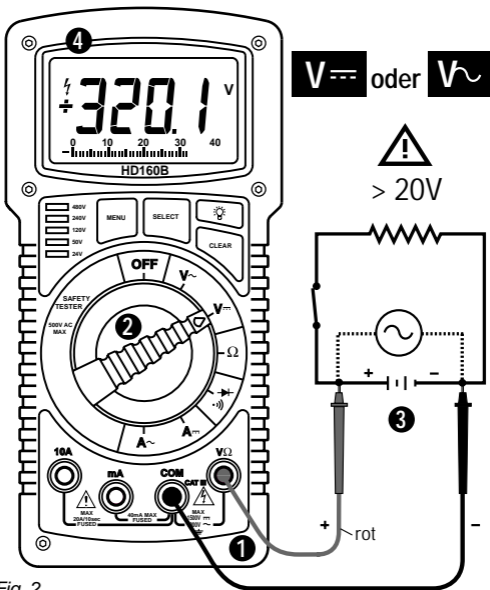

Fig. 2
GLEICH- UND WECHSELSPANNUNGSMESSUNG (SIEHE FIG. 2)
① Meßkabel gemäß Fig.2 verbinden. ② Funktionsschalter auf $V \sim$ or $V =$ stellen. ③ Meßspitzen mit Meßkreis verbinden – parallel zur Spannungsquelle. ④ Meßwert ablesen (automatische Polaritätsanzeige bei DC Messungen).